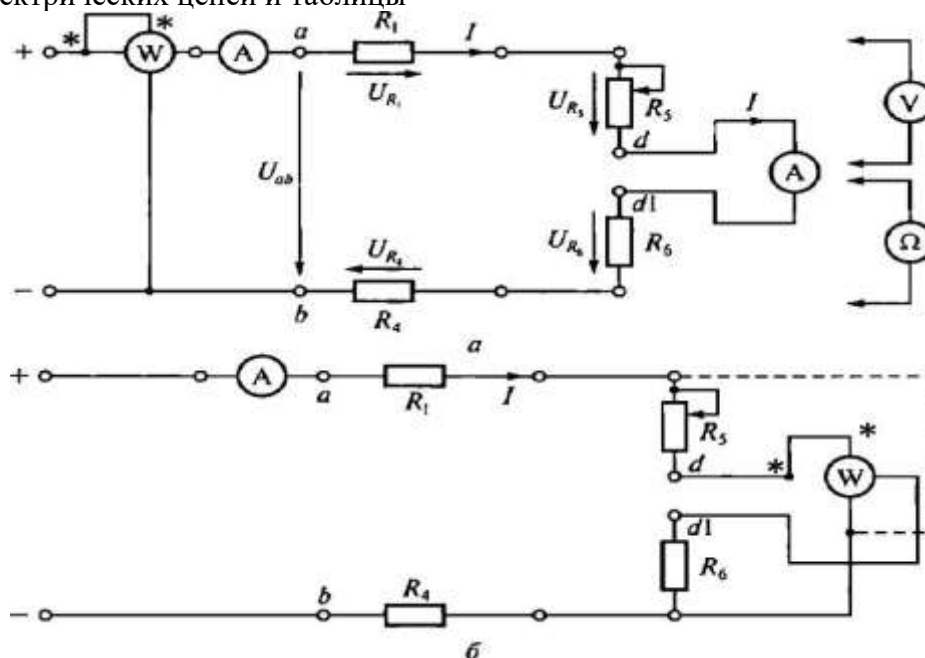

Рис. 2.1. Схемы ЭЦ постоянного тока для проверки:
2. Записать в протоколе испытаний применительно к ЭЦ, показанной на рис. 2.1, выражения для закона Ома, 2-го правила Кирхгофа и баланса мощностей.
В табл. 2.4 даны значения сопротивлений ЭЦ, приведенной на рис. 2.1. Напряжение питания  $U_{ab}$  задается преподавателем.